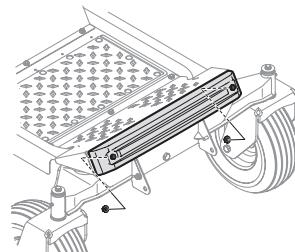

Figura 36
2. Ubique la barra de peso sobre el estribo y sujetela en su lugar con dos tuercas con brida de 3/8" (712-04065) del mismo paquete de herrajes. Consulte la Figura 36.